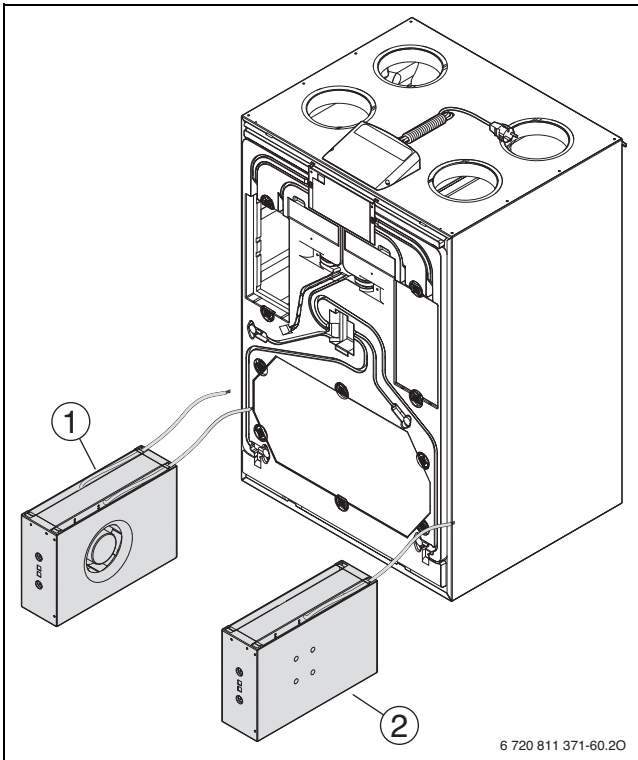

Bild 15
- ▶ Die Gebläse gegeneinander tauschen und um 180° drehen. Die Gebläseöffnungen zeigen nach innen und die Kabel nach hinten (zum Gerät hin). Das Gebläse mit dem Heizregister steht jetzt links (→ Bild 15).